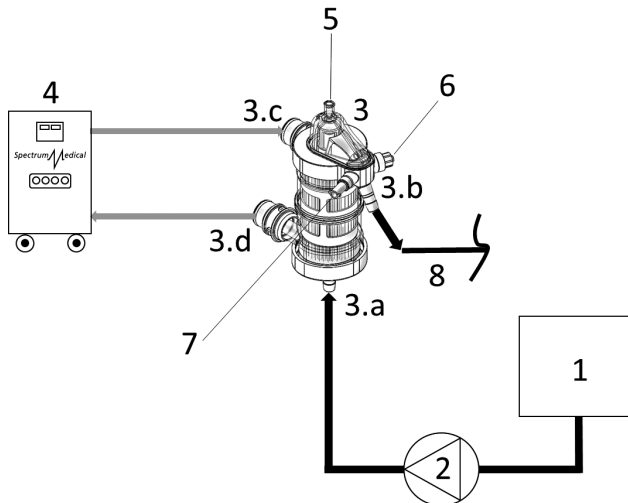

Fig. 2
- Kontroller at O-ringen er plassert på HTF-kontaktene (ref. 3c og 3d på fig. 2).
4. Fjern beskyttelseshettene fra kontaktene på HTF-siden av enheten (ref. 3c og 3d på fig. 2).
5. Koble rørene til Spectrum Medical Quantum Heater-Cooler System-varmekjøleren (ref. 4 i fig. 2) til enheten (ref. 3c og 3d i fig. 2) ved hjelp av hurtigkoblingskontaktene (hunn).
2. Fjern beskyttelseshetten fra blodinnløpskontakten (ref. 3a i fig. 2).
4. Fjern beskyttelseshetten fra blodutløpskontakten (ref. 3b i fig. 2).
6. Luerlås-rensenskontakten (ref. 5 på fig. 2) må kobles til en renseslange utstyrt med stoppekran. Renseslangen må være utstyrt med enveisventil for å forhindre tilbakestrømning inn i enheten.
8. Koble en ekstra renseslange til overtrykksventilen (ref. 6 i fig. 2).
10. Før den YSI-kompatible temperatursonden inn i sondekoplingen til enheten (ref. 7 i fig. 2).
1. Åpne renseslangen (ref. 5 i fig. 2).
2. Klem enhetens utløpslange og start den kardioplegiske pumpen (ref. 2 i fig. 2) ved lav strømnig (30–40 ml/min).
4. Lukk renseslangen (ref. 5 i fig. 2).